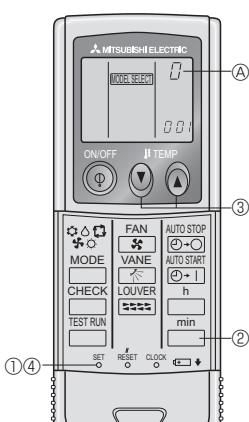

Fig. 6-7
4) Приписывание пульта дистанционного управления отдельным приборам (Fig. 6-7)